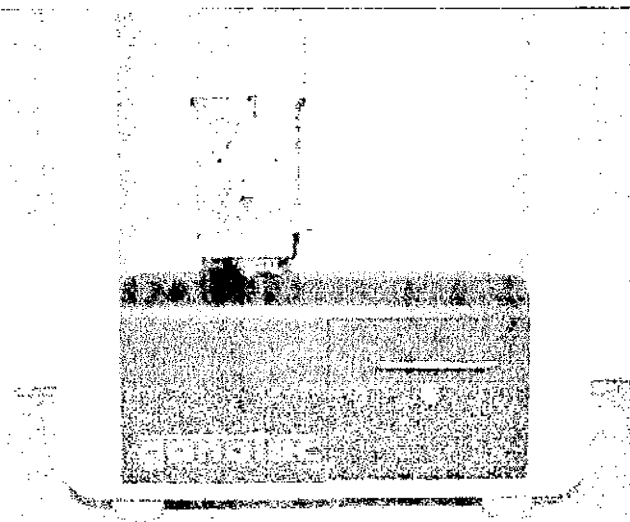

Рис. 107: Выкручивание крепежных винтов
5. Открутить 2 крепежных винта (рис. 107/1) с помощью шестигранного ключа (SW 2).